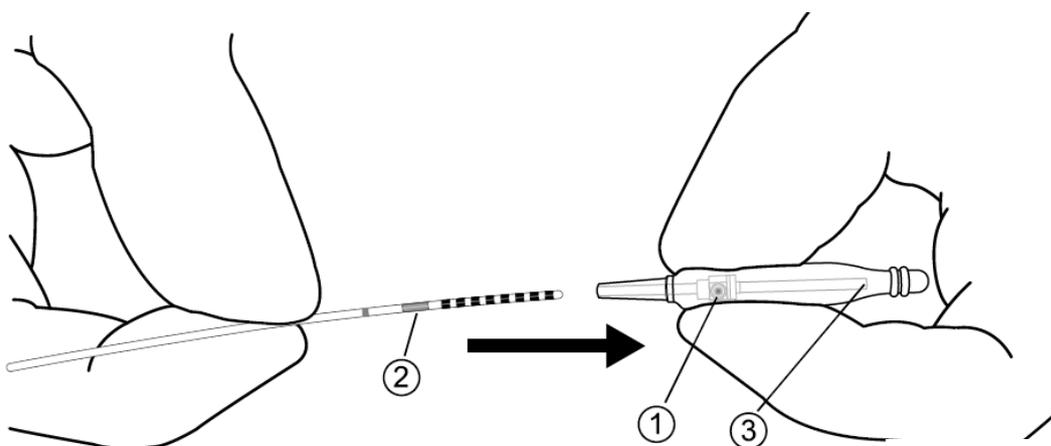

Figura 14. Conexión del capuchón del electrodo al electrodo.
③ Ranura de visualización de la completa inserción del electrodo
2. Coloque el extremo con tornillos de la extensión sobre el anillo de fijación del tornillo de fijación del electrodo. Utilice la ranura de visualización del capuchón del electrodo para confirmar que el electrodo está completamente insertado (Figura 14).